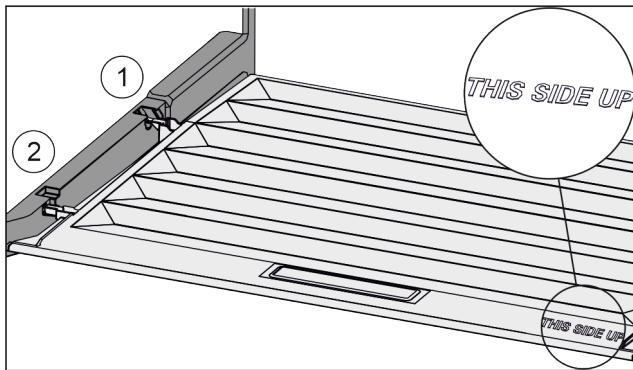

Fig. 68
- Výstupky víka zavedte do zadních držáků Fig. 68 (1) a vpředu zaklesněte do držáku Fig. 68 (2).